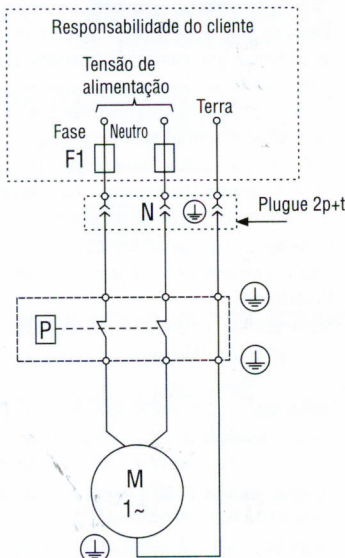

Figura 4 - Esquema de conexão elétrica (motor com relé contra sobrecarga)
4.5 Garantia do motor elétrico: A garantia do motor elétrico somente será concedida, se forem seguidas as orientações de instalação de acordo com o diagrama (Figura 4).